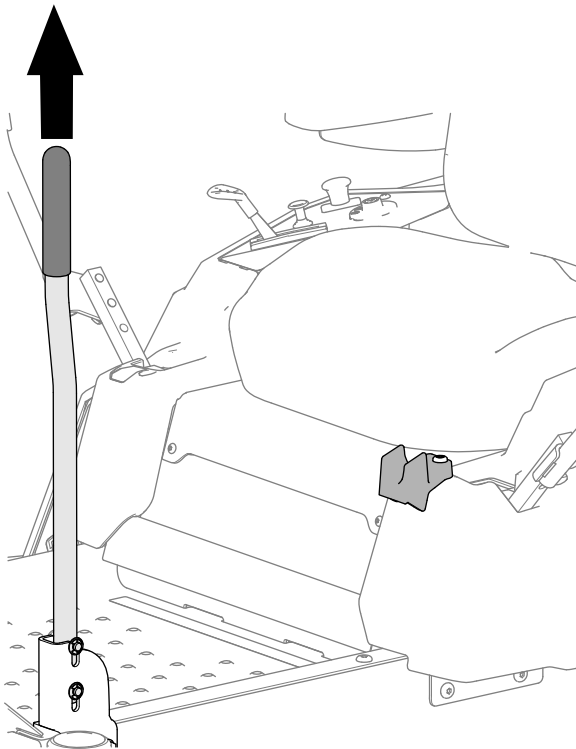

Figura 11
1. Sollevate la maniglia per trazione assistita come mostrato nella Figura 11.